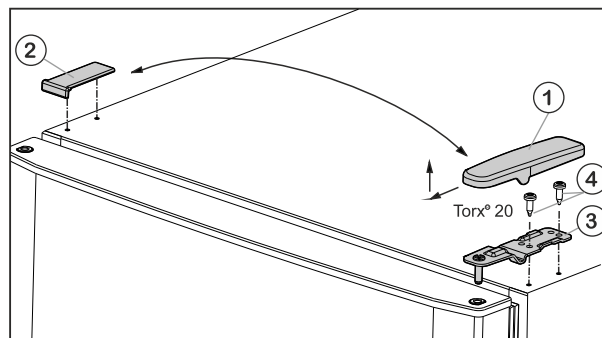

Fig. 5
- ▶ Előre és felfele húzza le a fedelet Fig. 5 (1).
- ▶ Emelje le a fedelet Fig. 5 (2).
- ▶ Csavarozza le az Fig. 5 (3) felső csapágybakját (2 x Torx® 20) Fig. 5 (4), és felfele húzza le.
- ▶ A felső csapágybakot Fig. 5 (3) helyezze a csuklópánt új oldalára.
- ▶ A felső csapágybakot **erősen (4 Nm-es nyomatékkal)** csavarozza fel – (2 db Torx® 20) Fig. 5 (4). Adott esetben használjon akkus csavarhúzót.
- ▶ A fedelet Fig. 5 (1) kívülről helyezze fel az ellenkező oldalra és pattintsa be.
- ▶ A fedelet Fig. 5 (2) mindig felülről helyezze fel az ellenkező oldalra és pattintsa be.